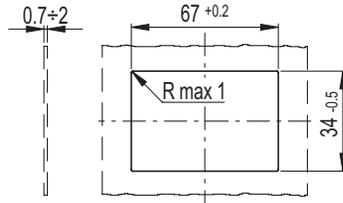

Fig.1
- Insérez la partie inférieure du boîtier dans le trou et pressez jusqu'à la complète insertion à déclic (Fig.1).